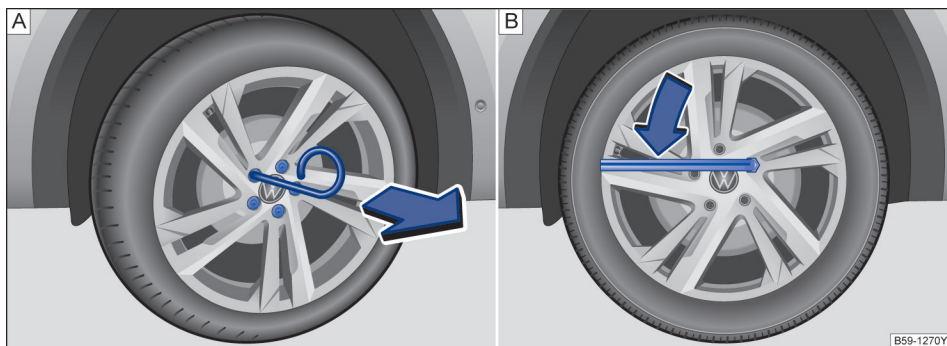

图 230 A. 从车轮螺栓上拔下盖罩；B. 更换车轮：松开车轮螺栓
- 将钢丝钩穿过开口插入盖罩内→ 图 230 A，然后沿箭头方向将其拔下。
- 将**车轮扳手**套到车轮螺栓上，然后推到限位位置→ 图 230 B。